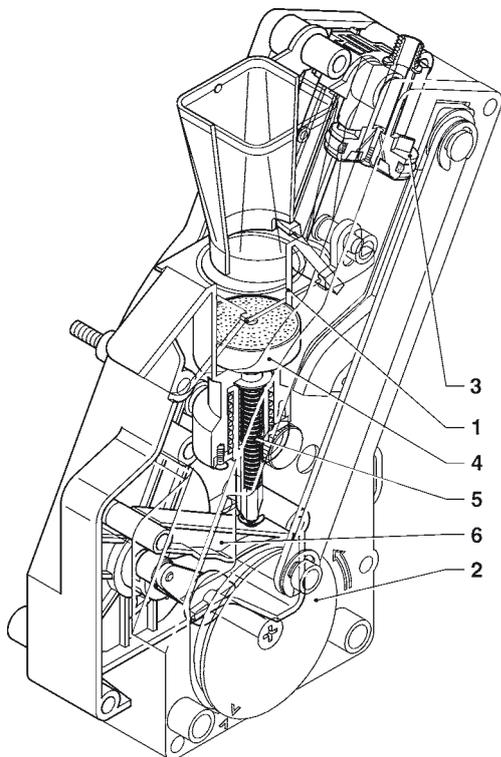

Fig. 17
Richiedendo una selezione caffè, durante il funzionamento del macinino il gruppo ruota di 180° in modo da portare la camera di infusione in posizione verticale (vedi fig. 17). Il macinino funziona fino a riempire la camera del dosatore caffè.
Il caffè cade nella camera di infusione (1) disposta verticalmente (vedi fig. 17).